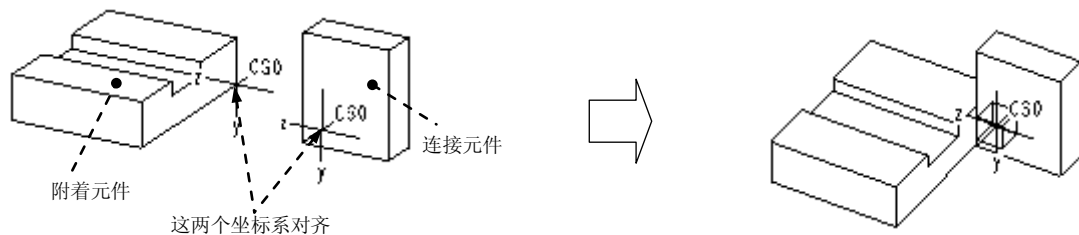

图 12.2.9 焊缝 (Weld) 接头
焊缝接头如图 12.2.9 所示，它将两个元件粘接在一起。在这种类型的接头中，连接元件和附着元件间没有任何相对运动。
(1) 在约束集选项列表中选择  焊缝 选项，此时系统弹出装配操控板。
(2) 单击操控板菜单中的  按钮。
(3) 定义“坐标系”约束。分别选取图 12.2.9 中的两个 CSO 坐标系。